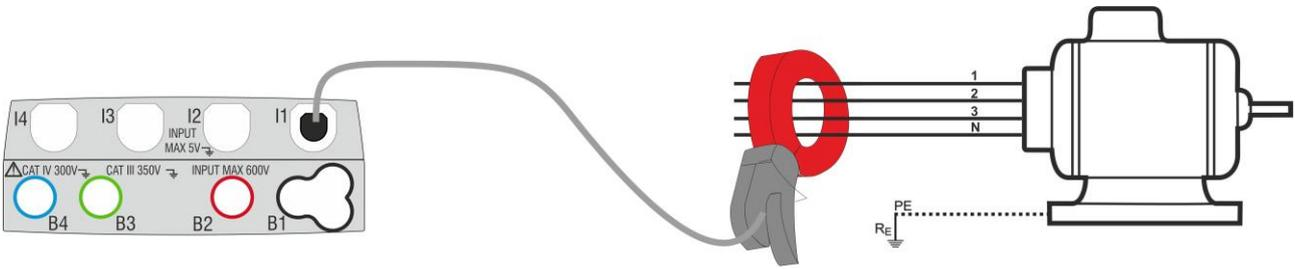

Fig. 25 : Mesure indirecte du courant de fuite en installations triphasées
5. Pour des mesures indirectes du courant de fuite, connecter la pince externe comme d'après la Fig. 25. Pour des mesures directes du courant de fuite, connecter la pince comme d'après la Fig. 26 et débrancher toute connexion de terre additionnelle pouvant influencer les résultats de l'essai.